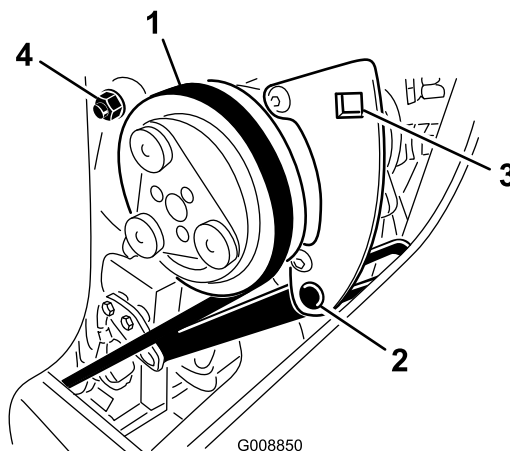

Figure 80
1. Desserrez le boulon de pivot et le boulon de réglage du compresseur (Figure 80).
2. Insérez une clé dynamométrique dans le trou carré du support du compresseur (Figure 80).